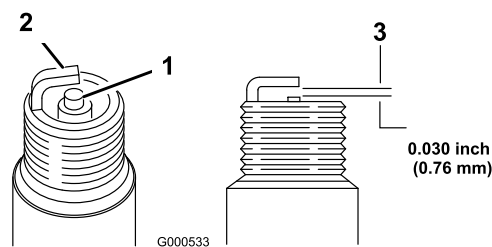

Figure 23
1. Examinez le centre de la bougie (Figure 23). Si le bec de l'isolateur est recouvert d'un léger dépôt gris ou brun, le moteur fonctionne correctement. S'il est couvert d'un dépôt noir, c'est généralement signe que le filtre à air est encrassé.
2. Contrôlez l'écartement entre l'électrode centrale et l'électrode latérale (Figure 23). Courbez l'électrode latérale si l'écartement est incorrect.